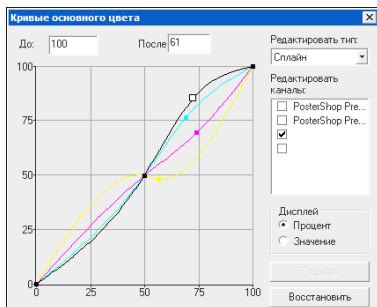

Рис. 9. Кривые основных цветов
Инструмент «Кривые основных цветов» позволяет регулировать расход чернил на любом уровне. Он отличается от инструмента «Уровни основного цвета» тем, что позволяет регулировать отдельные области цвета, например, области подсветки и тени. Инструмент «Уровни основного цвета» равномерно затрагивает весь диапазон цветов. Щелкните **Кривые основных цветов** на вкладке «Цветовая коррекция», чтобы открыть диалоговое окно этого инструмента (см. рис. 9). В этом диалоговом окне отображаются кривые всех основных цветов.
1. В списке «Редактировать каналы» установите флажок перед тем цветом, который нужно отредактировать. В этом диалоговом окне можно редактировать сразу несколько основных цветов или каждый цвет по отдельности (см. рис. 9).